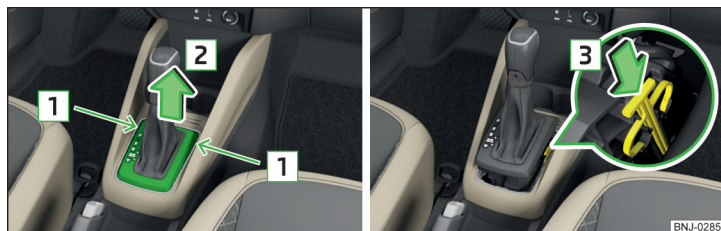

Fig. 196 Retirar la tapa / desbloquear la palanca selectora
- Introducir un destornillador plano o una herramienta similar en la hendidura en el área de las flechas **1** » fig. 196 y levantar con cuidado la tapa en el sentido de la flecha **2**.